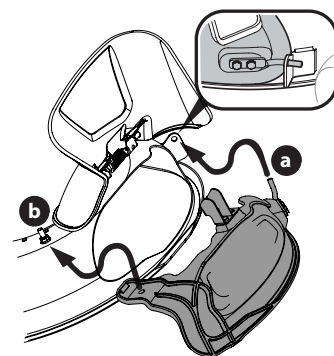

Figure 4
2. Pour installer le bouchon de déchiquetage, relevez le déflecteur d'éjection. Voir Figure 4.